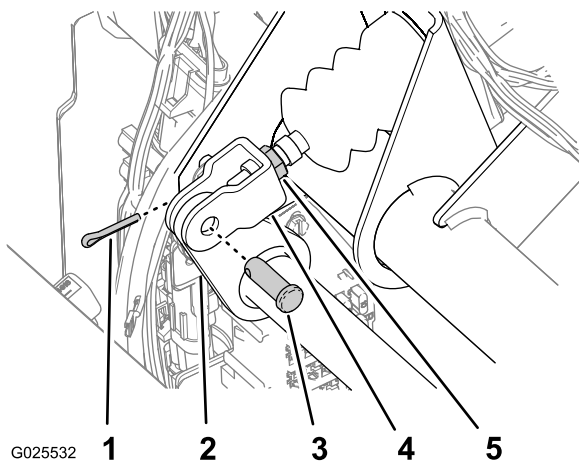

Figura 79
2. Retire el pasador y la chaveta que fijan la horquilla del cilindro maestro al pivote del pedal de freno (Figura 79).
4. Afloje las contratuercas que fijan la horquilla al eje del cilindro maestro (Figura 79).
5. Ajuste la horquilla hasta que sus taladros estén alineados con el taladro del pivote del pedal de freno (Figura 79).
6. Fije la horquilla al pivote del pedal con el pasador y la chaveta (Figura 79).
7. Apriete la contratuerca que fija la horquilla al eje del cilindro maestro (Figura 79).